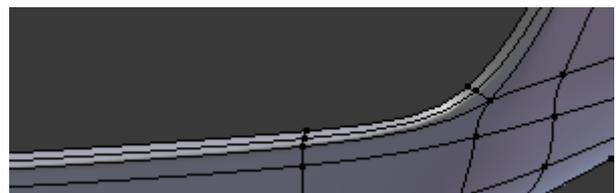

Figura 4.152
7. Seleccione todos os vértices e remova os vértices duplicados, **[A] > [W] > [4]**, de modo a fechar o rebordo, figura 4.152.